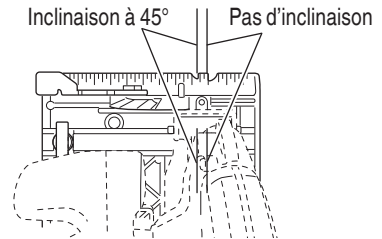
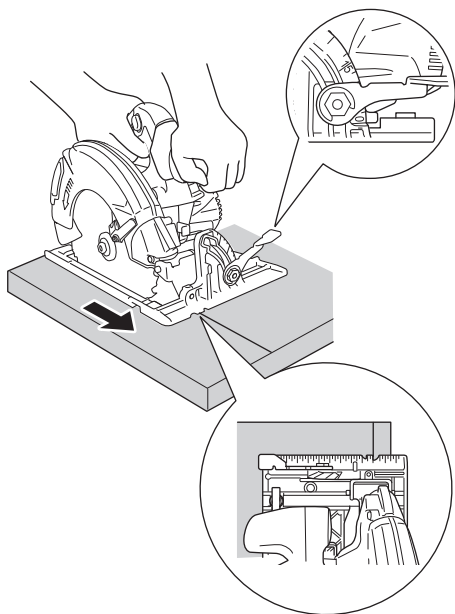
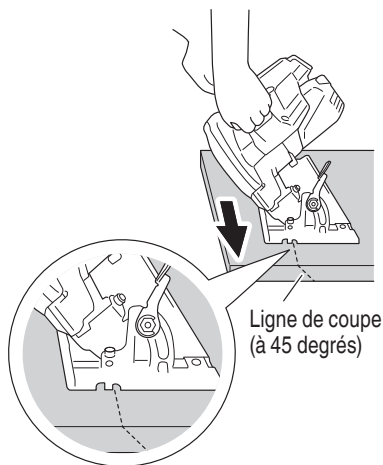

Fig. 28
Fig. 29
Fig. 30
(1) Placer le socle sur le matériau, puis aligner le trait prémarqué et la lame de scie sur l'entaille à l'avant du socle (Fig. 28).
(2) Lorsque le socle n'est pas incliné, utiliser le côté droit de l'encoche (Fig. 28, Fig. 29).
Si le socle est incliné (45 degrés), utiliser le côté gauche de l'encoche (Fig. 28, Fig. 30).
4. Incliner la scie vers l'avant et aligner l'encoche (Fig. 28) sur la ligne de guidage pré-marquée.